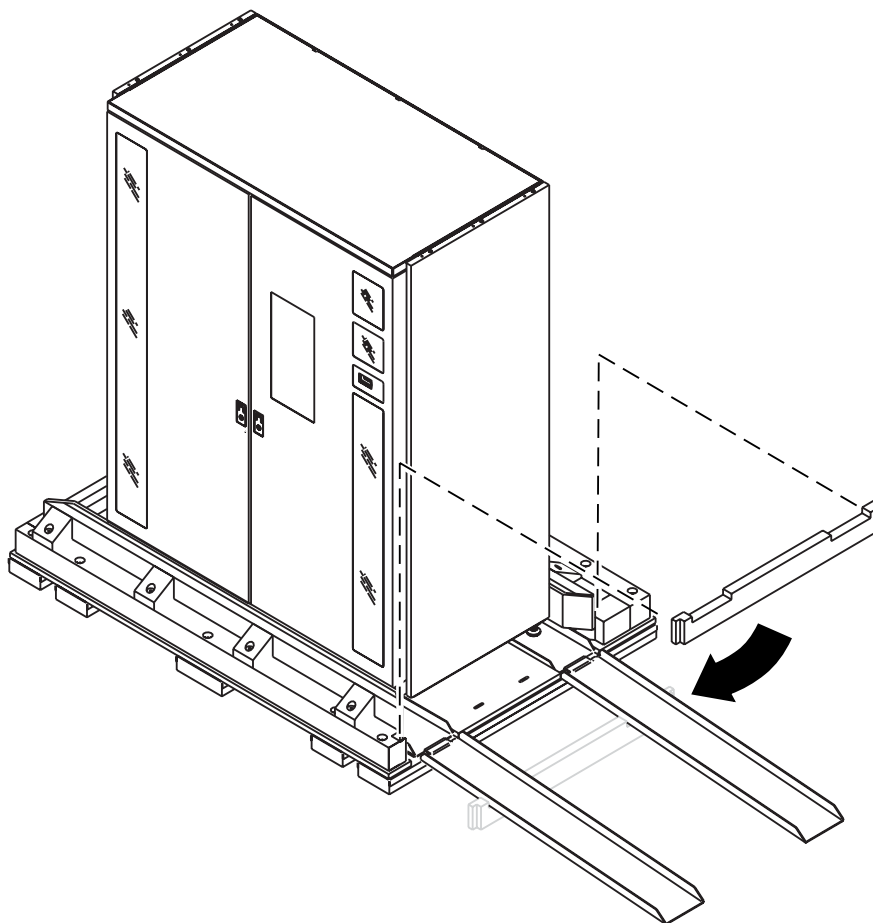

Figura 4-12: Spostamento della barra in legno
6. Spostare la barra in legno (vedere la Figura 4-12):